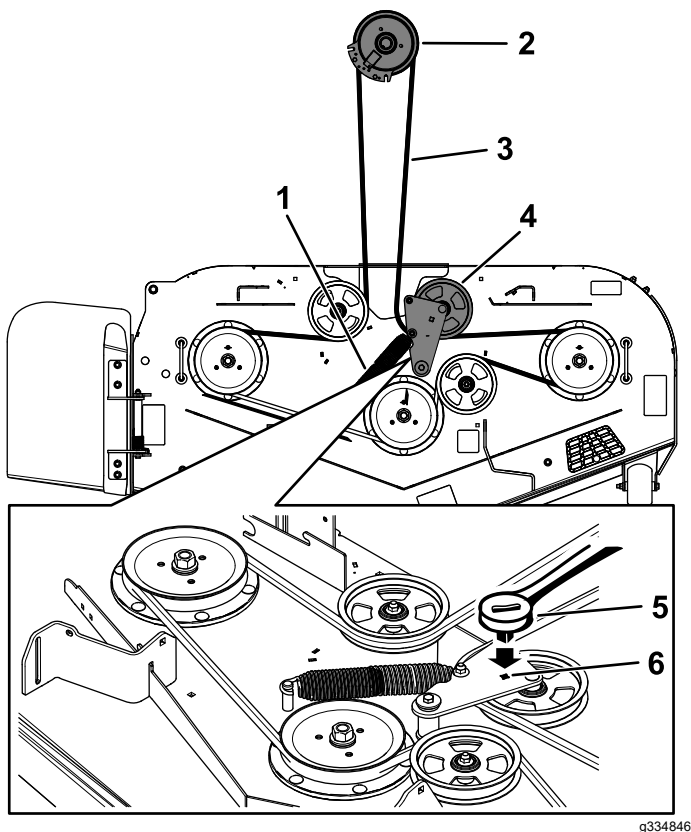

Figura 72
5. Utilice una llave de carraca de $\frac{3}{8}$ " en el orificio cuadrado del brazo tensor para aliviar la tensión del muelle tensor (Figura 72).
7. Instale la guía de la correa en el brazo tensor tensado con muelle (Figura 72).
9. Pase la correa nueva alrededor de las poleas del cortacésped y de la polea del embrague, debajo del motor (Figura 72).
10. Instale la guía de la correa en el brazo tensor (Figura 72).
11. Utilizando la llave de carraca de $\frac{3}{8}$ " en el orificio cuadrado, instale el muelle tensor (Figura 72).